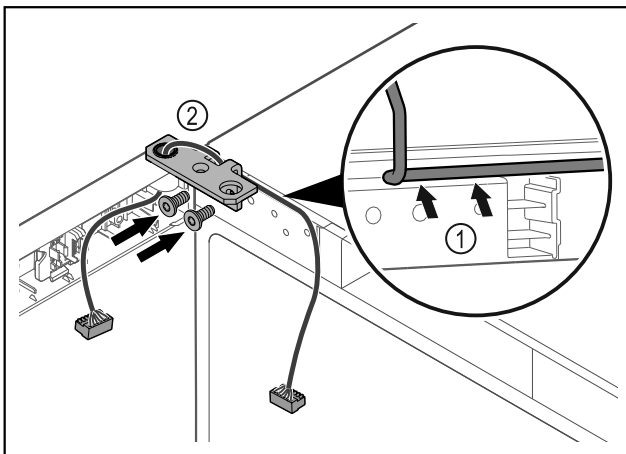

Fig. 58
- ▶ Lägg kabeln genom gångjärnsfästets urtag och dra den försiktigt Fig. 58 (1).
- ▶ Skruva fast gångjärnsfästet Fig. 58 (2).